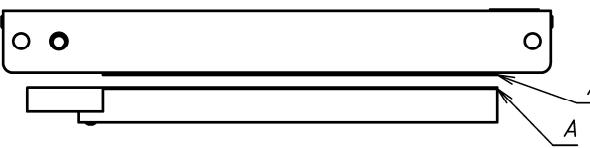

Рисунок 3
**ВНИМАНИЕ!** При монтаже замка правильное положение якорной части относительно корпуса обеспечивается при совмещении кромок А (рисунок 3).